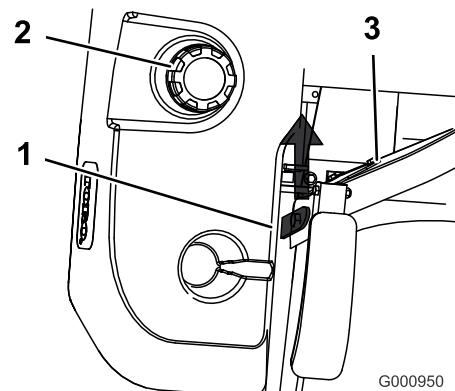

Figura 30
- Levante el asiento. Esto le permitirá acceder a la parte de la máquina que queda por debajo del asiento (Figura 30).